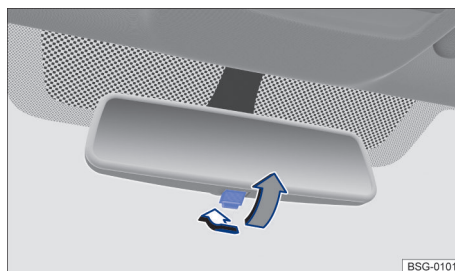

Fig. 90 La parbriz: oglindă interioară cu efect heliomat manual.
- Pentru poziția heliomată, trageți maneta spre înapoi → fig. 90.